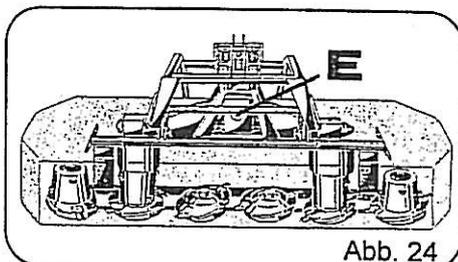
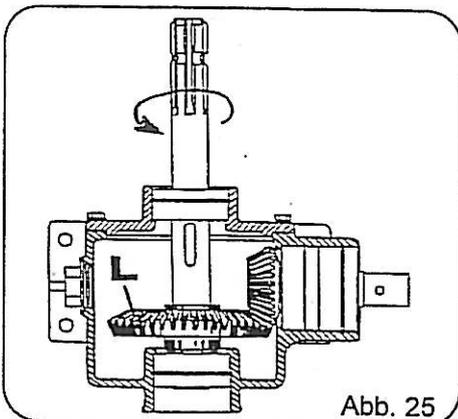
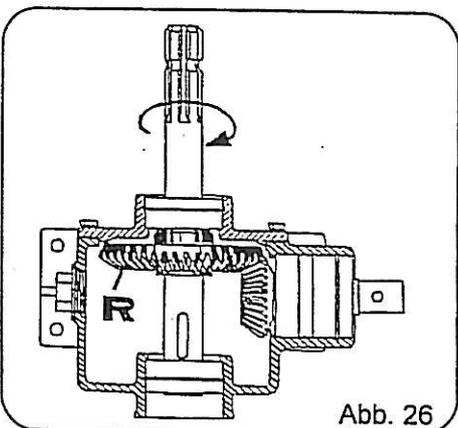

Abb. 24
Abb. 25
Abb. 26
Bei nachträglicher Drehzahländerung wird das Hauptgetriebe (Abb. 24, Pos. E) ausgetauscht. Dieses Getriebe kann im Werk angefordert werden.
Bei nachträglicher Drehrichtungsänderung kann das Hauptgetriebe (Abb. 24, Pos. E) umgebaut werden. Hierzu muß das Kegelrad (Abb. 25, Pos. L bzw. Abb. 26, Pos. R) ummontiert werden.
- Abb. 25 Linksdrehsinn
- Abb. 26 Rechtsdrehsinn